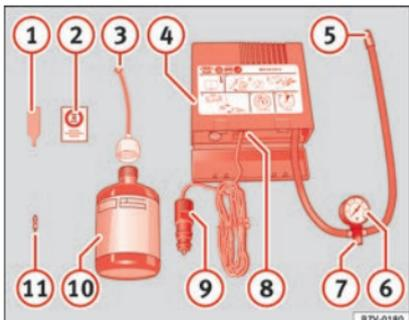

Abb. 57 Prinzipdarstellung: Bestandteile des Pannensets
• Ventilcappe und Ventileinsatz vom Reifenventil abschrauben. Verwenden Sie den Ventileinsatzdreher »» **Abb. 57** ① zum Heraus-schrauben des Ventileinsatzes. Legen Sie den Ventileinsatz auf einem sauberen Untergrund ab.
• Reifendichtmittelflasche kräftig schütteln »» **Abb. 57** ⑩.
• Schrauben Sie den Einfüllschlauch »» **Abb. 57** ③ auf die Dichtmittelflasche. Die Folie am Verschluss wird automatisch durchstoßen.
• Verschlussstopfen vom Einfüllschlauch »» **Abb. 57** ③ entfernen und das offene Ende ganz auf das Reifenventil stecken.
• Ventileinsatz mit dem Ventileinsatzdreher »» **Abb. 57** ① wieder in das Reifenventil schrauben.
• Reifenfüllschlauch »» **Abb. 57** ⑤ des Luftkompressors fest auf das Reifenventil schrauben.
• Prüfen, ob die Luftablassschraube »» **Abb. 57** ⑦ zuge dreht ist.
• Stecker »» **Abb. 57** ⑨ in die 12 Volt-Steckdose des Fahrzeugs stecken »» Seite 147.
• Luftkompressor mit dem EIN- und AUS-Schalter »» **Abb. 57** ⑧ einschalten.